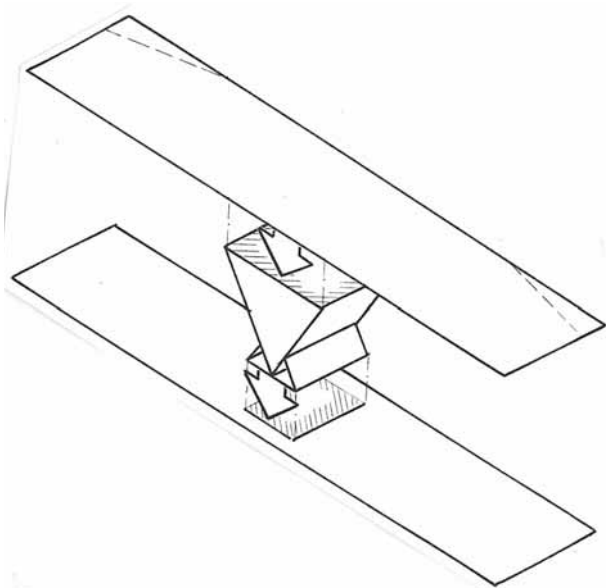

Рис. 6
5. К стойке приклеить, – детали 3 (верхнее крыло) и 4 – нижнее (рис. 6). При этом не стоит мазать клеем всю площадь выделенных штриховкой прямоугольников, т. к. это приведет к сильному короблению крыльев. Достаточно нанести клей только по контурам участков склейки.